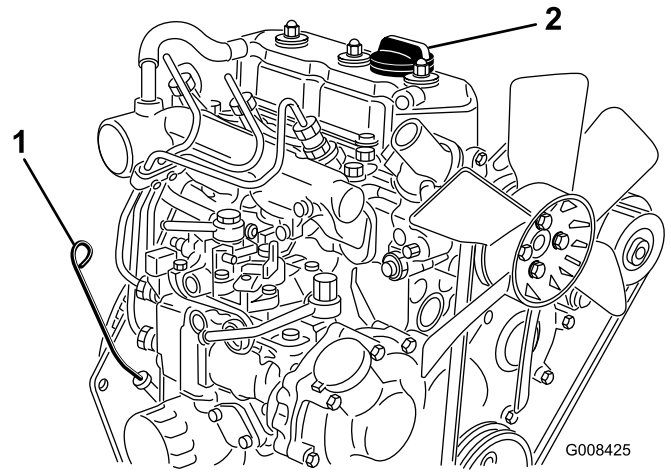

Figure 29
2. Retirez la jauge et essuyez-la sur un chiffon propre (Figure 29). Remettez la jauge dans le tube en l'enfonçant au maximum. Sortez la jauge du tube et vérifiez le niveau d'huile. Si le niveau est trop bas, retirez le bouchon de remplissage du couvre-culasse et ajoutez **lentement** la quantité d'huile nécessaire pour faire monter le niveau jusqu'au repère maximum de la jauge. Versez l'huile lentement et vérifiez souvent le niveau durant la procédure. **Ne remplissez pas excessivement.**